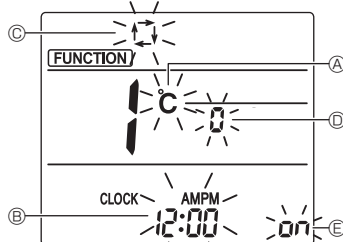

Fig. 7-10
3. Compruebe que se muestra la función N.º "1", y luego pulse el botón [SET] ③. Se visualizará la pantalla de configuración de la visualización. (Fig. 7-10)